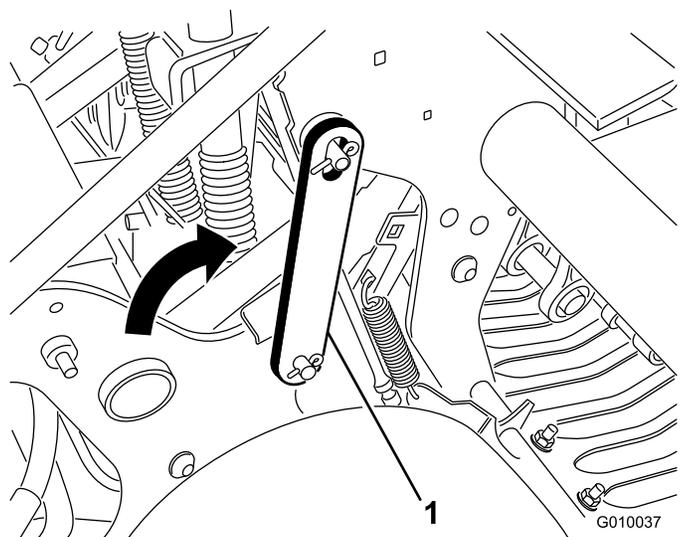

Figura 22
4. Incline o trinco de segurança para trás e introduza-o no pino da cabeça de perfuração (Figura 22). Fixe-o com o anel de bloqueio.